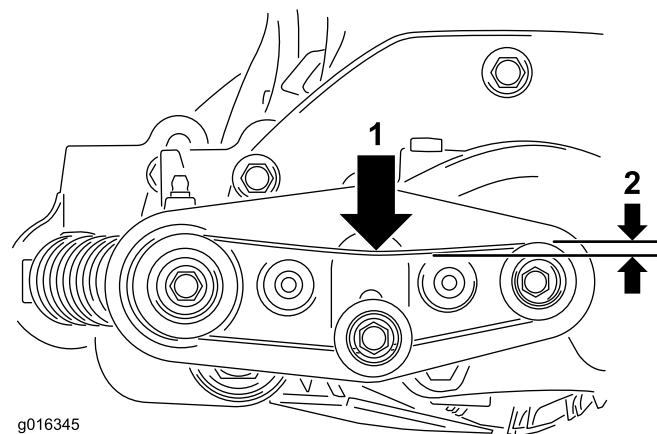

Figure 22
12. Contrôlez la tension de la courroie d'entraînement de la brosse. La courroie doit avoir une flèche d'environ 6 mm en son centre lorsqu'une force de 1 kg est exercée ; voir Figure 22.